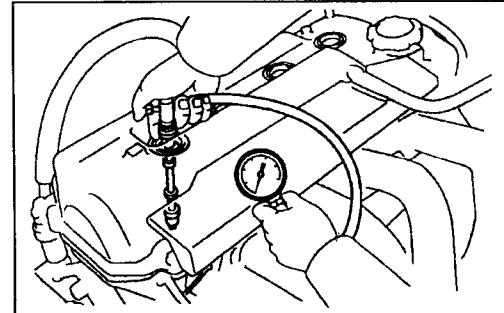

图 1-4
- (1)发动机暖机后,关闭发动机。
- (2)拆下喷油器插头。
- (3)拆下点火线圈。
- (4)拆下火花塞。
- (5)检查气缸压缩压力,如图 1-4 所示。在火花塞孔装上气缸压力表,使节气门全开,通过起动机转动曲轴,测量压缩压力。压缩压力:1.36MPa,最低压力:0.98MPa,缸差:100kPa。注意:用充满电的蓄电池,使发动机的转速超过 250r/min,用同样的方法检查其他缸的压力,测量时间尽可能短。